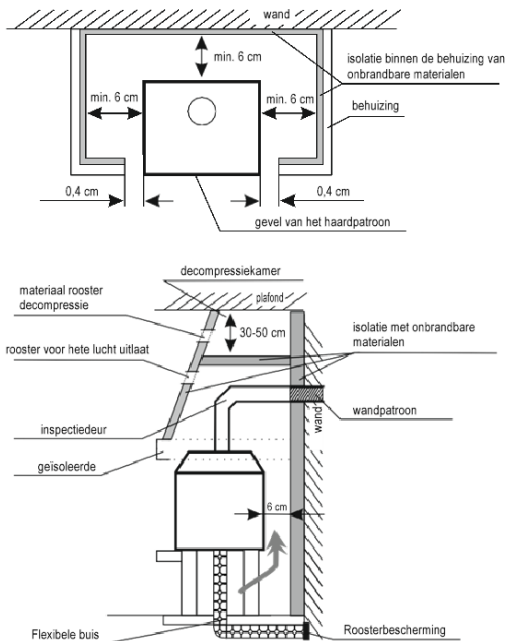

Afb. 2. Een voorbeeld van de installatie van haardpatronen
- en een tussenruimte van 2 à 3 cm tussen het bovenste deel van de gevel en de behuizing elementen van de schoorsteen (afb. 2.),